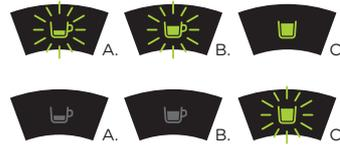

Fig. 18: Programación del botón de extracción de té.
- A continuación deberá pulsar el botón de extracción de té hasta los indicadores luminosos de los botones de extracción de café expresso y largo parpadear. Pulse el botón de extracción de té (ver **Fig. 18**). Los indicadores luminosos de los botones de extracción de café expresso y largo se apagan.